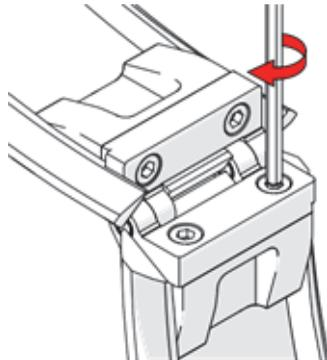

Figure 1-15 Serrage des vis
2. Serrez les deux vis à tête hexagonale au moyen d'un tournevis à tête hexagonale de 5 mm pour fixer les deux moitiés ensemble (Figure 1-15 à la page 38).